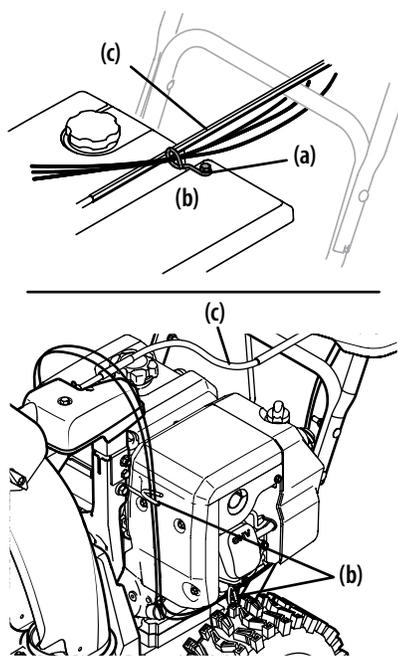

Figure 2-41
Les câbles de la commande de goulotte passent dans un guide-câble (a) situé sur le moteur ou dans deux guide-câbles (b) situés sur le côté gauche de l'appareil. Voir Figure 2-41.
- **Pour les modèles avec guide-câble monté sur le moteur (a) :** Vérifiez que tous les câbles sont correctement installés dans le guide-câble situé sur la partie supérieure du moteur. Voir Figure 2-41.
- **Pour les modèles avec guide-câbles montés sur le côté (b) :** Vérifiez que tous les câbles sont correctement installés dans le guide-câble situé sous le côté gauche du moteur et dans le guide-câble situé sous la tête de la commande de la goulotte. Voir Figure 2-41.